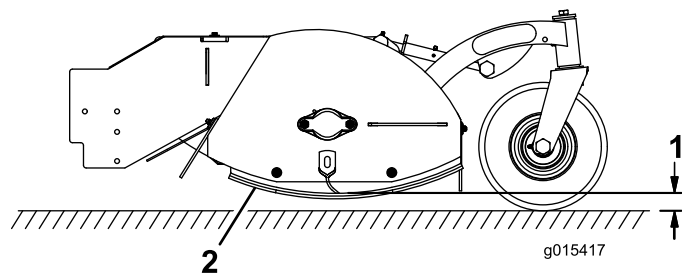

Bild 3
- Lösen Sie die zwei Schrauben und Muttern, mit denen eine Antiskalpierkufe befestigt ist, und heben sie so an oder senken sie so ab, dass sie niedriger als die Messer sind, den Boden jedoch nicht berühren (Bild 3).